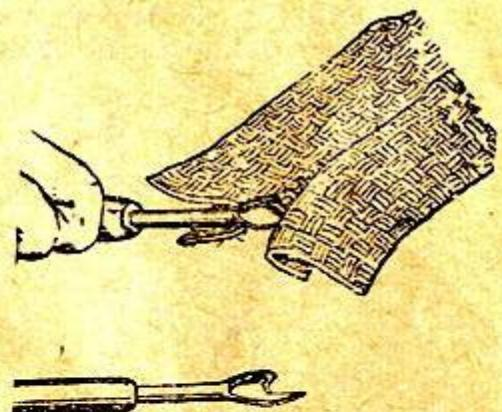

Рис. 42.
Нож, изображенный на рис. 42, служит для быстрого распарывания неправильно прошитых швов. Он может служить также для прорезки материала под петли для пуговиц при ручном изготовлении таких петель в домашних условиях.
9. Наконец, осторожно ножом для распаривания шва (рис. 42) прорезают петлю точно в середине между двумя строчками.